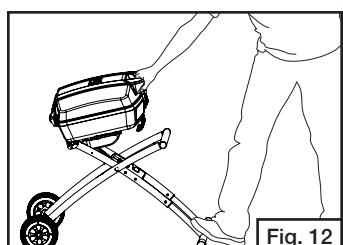

Fig. 12
- Apoye un pie en la manija de remolque, sujeté la manija de la tapa y llévela hacia arriba hasta que la base esté completamente extendida. (Fig. 12)